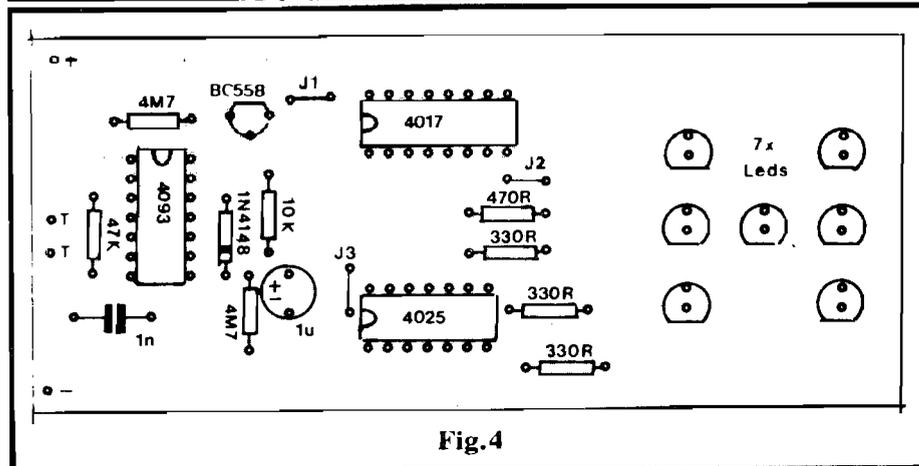

Fig.4
- FIG. 4 - "CHAPEADO" DA MONTAGEM - Agora a placa é vista pelo lado não cobreado, enfatizando-se posições, valores, códigos, polaridades e outras identificações de **todos** os componentes... Muitos deles têm posição única e certa para inserção à placa: os Integrados (notar a posição das suas extremidades marcadas...), o transfstor (referenciar o posicionamento pelo lado "chato" da peça...), o diodo (observar a extremidade marcada com um anel ou faixa...), os LEDs (rever fig. 3 e observar o posicionamento do chanfro de **catodo**...) e o capacitor eletrolítico (atenção à polaridade, indicada no "chapeado" e também marcada pelo fabricante no próprio "corpo" do componente...). Cuidado também para não inverter posições/valores dos resistores... Finalmente, um ponto importante: existem três **jumpers** (simples pedaços de fio, interligando duas ilhas/furos específicos...), codificados como J1-J2-J3, e que **não podem** ser "esquecidos" (caso contrário o DAU **não funcionará**...). Depois de todas as soldagens efetuadas (e **só então**...), as "pernas" dos componentes poderão ter suas eventuais "sobras" cortadas, pelo lado cobreado... Antes disso, porém, é bom re-conferir tudo, já que correções são mais fáceis enquanto os terminais estão inteiros... Insistimos em que mais vale perder-se alguns minutos numa verificação prévia cuidadosa, do que um "tempão", depois, na